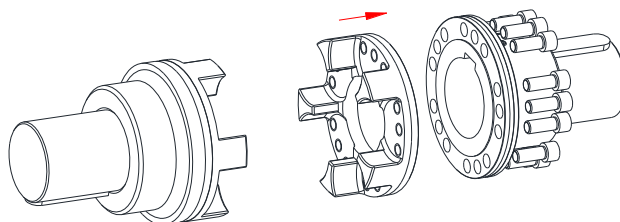

Fig. 18 : Montage de la flasque d'entraînement
- Placez la flasque d'entraînement avant la flasque d'accouplement (voir Fig. 18).